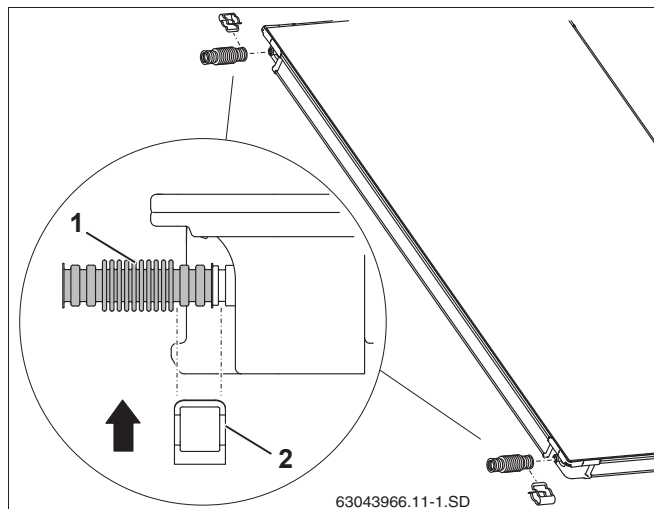

Рис. 25 Монтаж гофрированной соединительной трубы на первом коллекторе
- ▶ Наденьте гофрированные трубы (рис. 25, поз. 1) на левые штуцеры первого коллектора.
- ▶ Установите зажимы (рис. 25, поз. 2) для фиксации гофрированных труб на штуцерах коллектора.